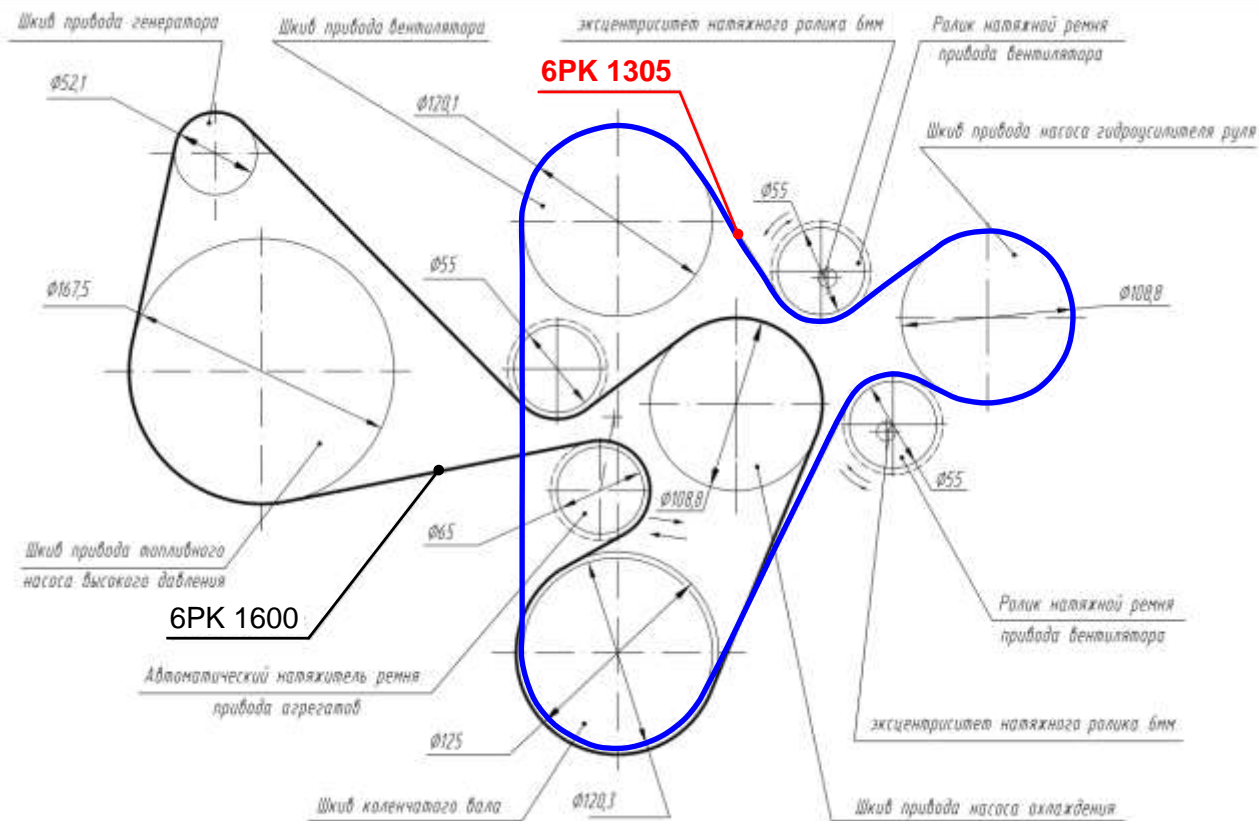

Рис. 49. Схема привода вспомогательных агрегатов двигателя для автомобилей на платформе УАЗ-315148.
**Опора вентилятора** (рис. 49) – расположена на передней крышке головки цилиндров и служит для крепления вязкостной муфты с вентилятором и шкива.